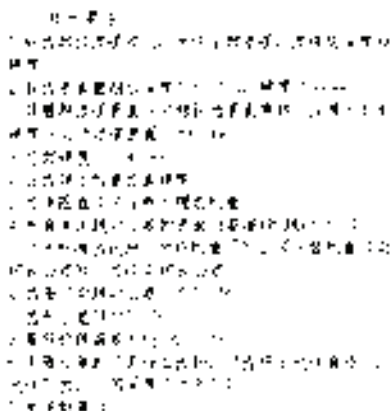

图 8-148 标注技术要求
2) 单击“绘图”工具栏中的“多行文字”按钮 **A**, 标注技术要求, 如图 8-148 所示。